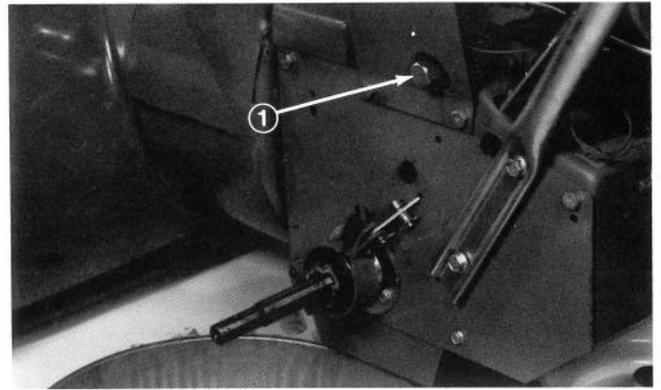

Abb. 35
4. Die Umgebung des Ablasstopfens reinigen und die Ablaswanne unter den Ablasstutzen stellen. Dann den Ablasstopfen heraus-schrauben (Abb. 35).